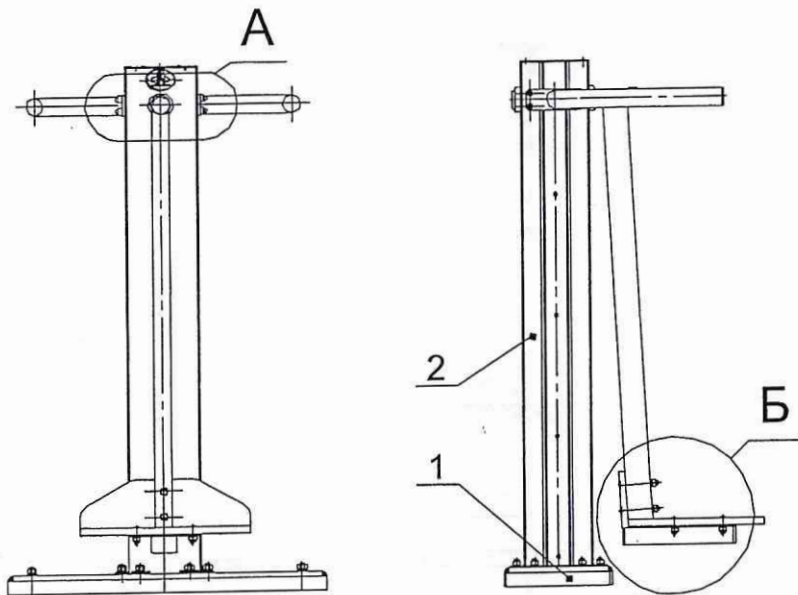

Рис.6
9.3.3 Произвести сборку тренажера (рис.6...8):